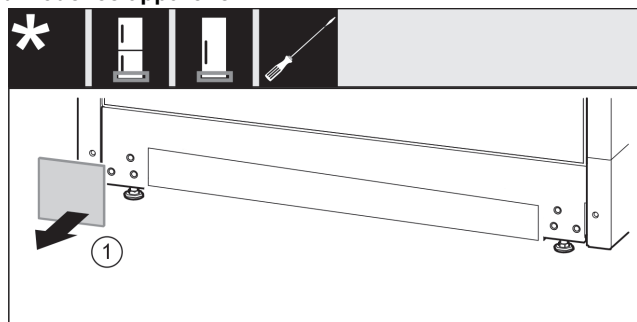

Fig. 12
- ▶ Retirer le cache. Fig. 12 (1)